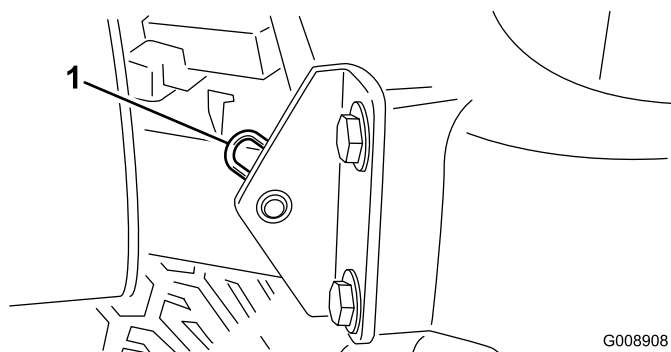

Figura 30
2. Tire o contrapino que fixa a articulação do capot aos suportes de montagem (Figura 30).
**Nota:** Os bocais de embeber nos rolamentos (Figura 30) necessitam de um adaptador de bico de pistola de pulverização. Encomende a peça N° 107-1998 da Toro ao seu distribuidor autorizado Toro.